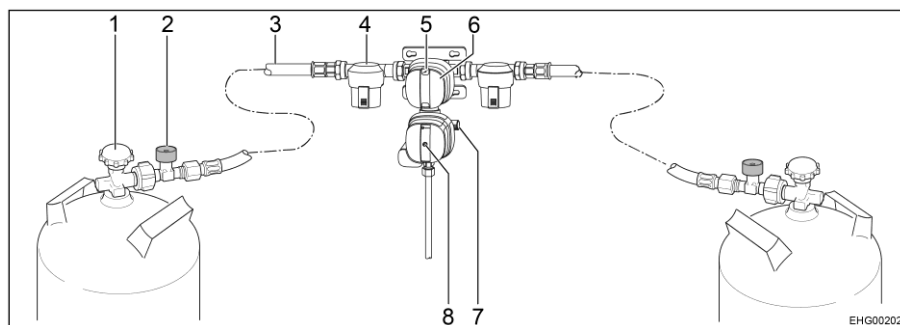

Fig. 86 Impianto di regolazione pressione gas di sicurezza DuoControl CS
L'impianto di regolazione DuoControl consiste in una valvola di commutazione e un sensore crash. L'impianto di regolazione DuoControl è montato tra i tubi flessibili per alta pressione (Fig. 86,3) con dispositivo antirottura del tubo flessibile (Fig. 86,2). Con la manopola (Fig. 86,6) sulla valvola di commutazione è possibile stabilire quale delle bombole del gas viene utilizzata come bombola in uso e quale come bombola di riserva.
Nella finestra di controllo (Fig. 86,5) viene visualizzato lo stato del rifornimento di gas:
Il sensore crash blocca l'alimentazione del gas in caso di forti vibrazioni (es. incidente). Lo stato operativo del sensore crash si riconosce dalla posizione del pulsante giallo di reset (Fig. 86,8):
- Se il pulsante giallo di reset (Fig. 86,8) è spinto in dentro, il sensore crash è pronto al funzionamento.
- Se il pulsante giallo di reset (Fig. 86,8) sporge, il sensore crash **non** è pronto al funzionamento. Per la messa in funzione, vedere di seguito.
Il dispositivo antirottura del tubo flessibile (Fig. 86,2) blocca il flusso di gas quando il tubo flessibile collegato si rompe. Il dispositivo antirottura del tubo flessibile deve essere attivato premendo il tasto verde.
- Con la manopola (Fig. 86,6) sulla valvola di commutazione selezionare la bombola del gas, da cui proviene la principale alimentazione del gas (bombola in uso). Girare la manopola fino all'arresto.
- Aprire le valvole principali di arresto (Fig. 86,1) delle bombole del gas.
- Premere per circa 5 secondi il tasto verde del dispositivo antirottura del tubo flessibile (Fig. 86,2). Nella finestra di controllo (Fig. 86,5) viene visualizzato il simbolo verde.
- Se il sensore crash è scattato (il pulsante giallo di reset (Fig. 86,8) sporge):
Spingere con forza in dentro il pulsante giallo di reset (Fig. 86,8), ruotarlo appena in senso orario e tenerlo premuto per 5 secondi. Assicurarsi che il pulsante di reset rimanga in posizione premuta ("pronto al funzionamento").
- Chiudere le valvole principali di arresto (Fig. 86,1) delle bombole del gas.
Se la spia di controllo verde (Fig. 87,6) si spegne durante il funzionamento e la spia di controllo rossa (Fig. 87,5) si accende, significa che la bombola in uso è vuota e deve essere sostituita. Nella finestra di controllo (Fig. 86,5) della rispettiva bombola del gas compare la tacca rossa. La bombola di riserva continua ad alimentare le utenze a gas.
- Ruotare la manopola (Fig. 86,6) fino all'arresto in direzione della bombola del gas attualmente in uso. In questo modo questa bombola del gas ora è la bombola in uso, mentre la bombola del gas vuota diventa la bombola di riserva. Il simbolo nella finestra di controllo (Fig. 86,5) passa da rosso a verde.
- Chiudere la valvola principale di arresto (Fig. 86,1) della bombola del gas vuota. Osservare la direzione della freccia.
- Premere il tasto verde del dispositivo antirottura del tubo flessibile (Fig. 86,2).